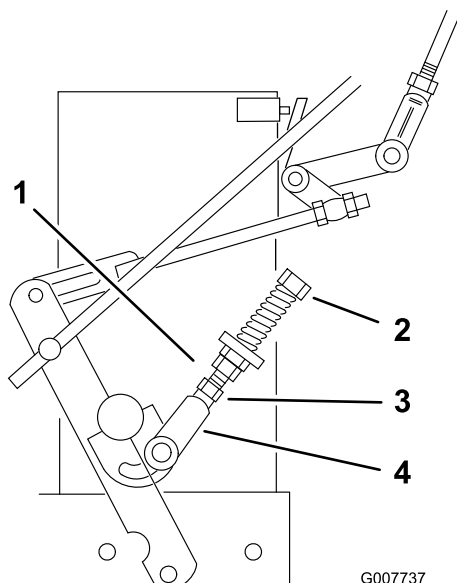

Figure 32
9. Si la roue tourne quand le levier de déplacement est maintenu au point mort, il faut régler les timoneries de commande du point mort (Figure 32). Si la roue s'arrête, passez à l'opération 12.
10. Desserrez l'écrou contre la chape de timonerie de commande de point mort (Figure 32).
11. Ajustez la timonerie de commande du point mort jusqu'à ce que la roue motrice correspondante s'arrête quand le levier de commande est tiré contre le ressort de point mort (position point mort) (Figure 32).
12. Tournez le boulon de réglage de 1/4 de tour approximativement dans le sens horaire si la roue tourne en arrière ou de 1/4 de tour approximativement dans le sens anti-horaire si la roue tourne en arrière (Figure 32).